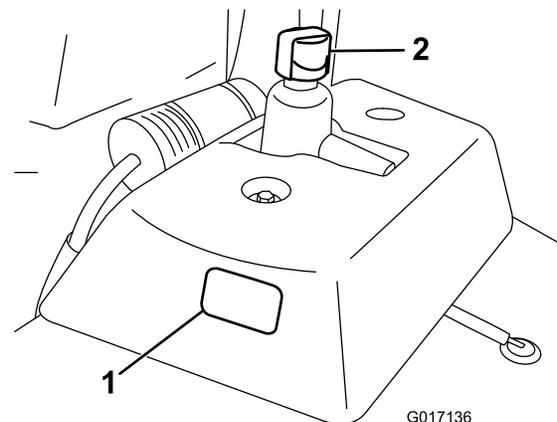

Figura 22
1. Coloque a máquina numa superfície plana. Certifique-se de que a máquina arrefeceu e de que, portanto, o óleo se encontra frio. Verifique o nível de óleo consultando a janela transparente situada ao lado do depósito de óleo (Figura 22). Se o nível de óleo se encontrar entre as duas marcas na janela transparente, o nível de óleo é suficiente.